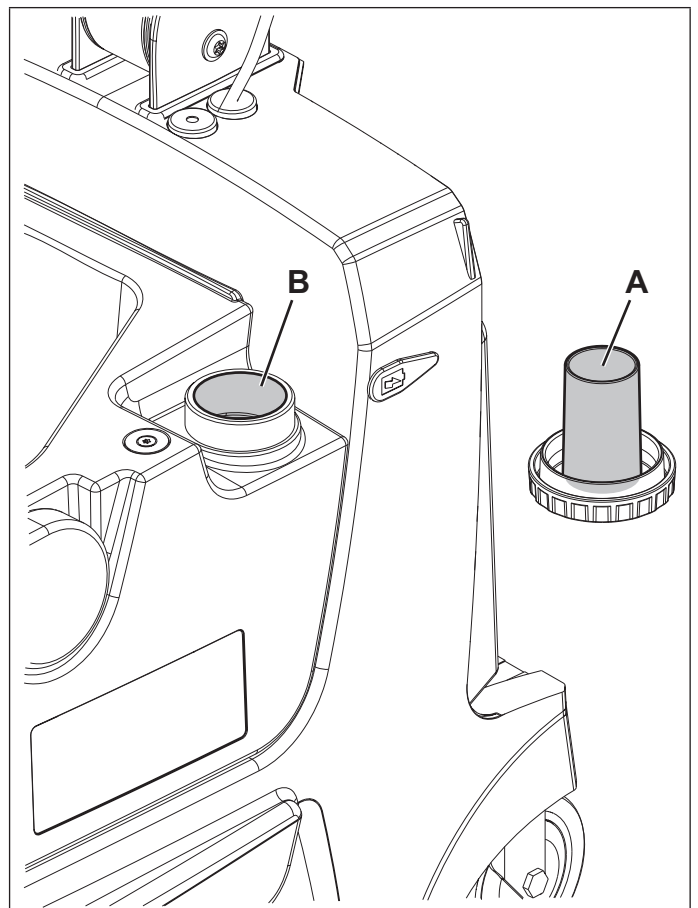

Figure 2
1. Enlever le couvercle du réservoir (12).
2. Enlever le bouchon (A, Fig. 2) du réservoir de solution (B).
3. Remplir d'eau le réservoir de solution détergente (B) jusqu'à quelques centimètres du bord.